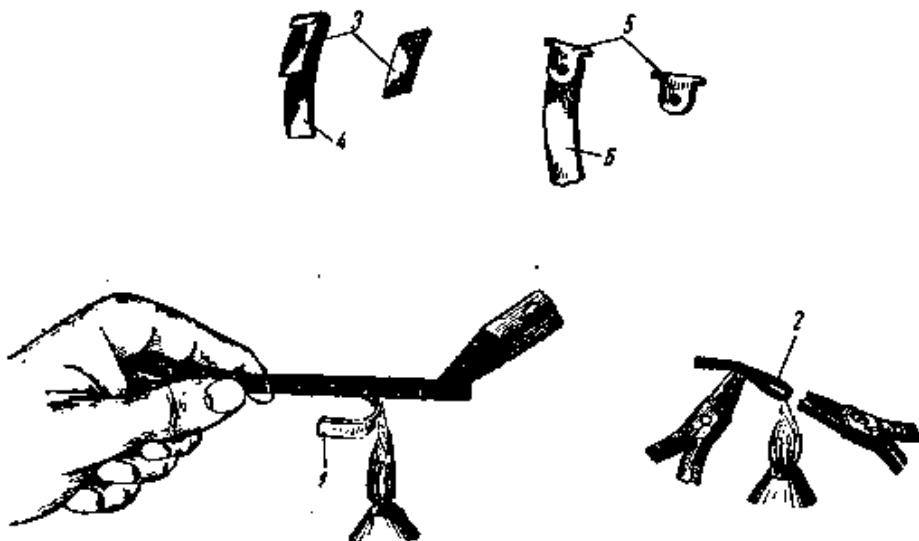

Рис. 145. Процесс изготовления наружного замка пружины:
конец на огне быстро загибают и сплющивают теплыми плоскогубцами, оставляя маленький зазор. Излишек пружины отрезают напильником или ножовкой, оставляя выступ замка длиной 1 — 1,5 мм. Загнутый выступ замка изнутри остро запиливают. Затем из излишка пружины делают вкладыш с заостренными концами и вкладывают его внутрь замка, придавая плоскогубцами небольшой изгиб (рис. 145).
**Исправление старой пружины.** Выше мы говорили об установке новой пружины, но, наряду с этим, часто по разным причинам мастер вынужден использовать и старую пружину. Известно из практики, что, если у пружины с внешней стороны отломается виток, ее еще можно использовать, сделав замок, как показано на рис. 145.